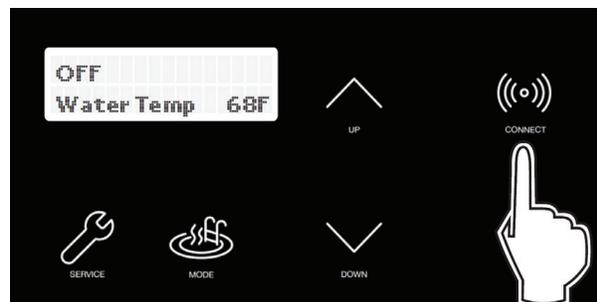

Figure 79. Touche CONNECT
1. Tenez-vous près de l'affichage de l'appareil AVIA. Appuyez sur la touche CONNECT. Voir **Figure 79**.